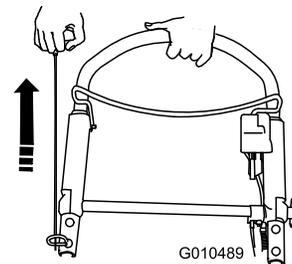

Bild 24
3. Ziehen Sie den Rücklaufstarter (Bild 24).